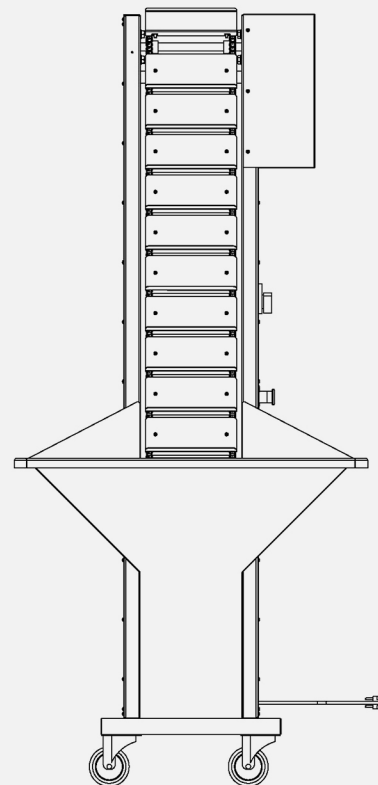

Рисунок 8
- ✓ Очень важно чтоб оборудование было установлено на ровной поверхности. (Рисунок 8)